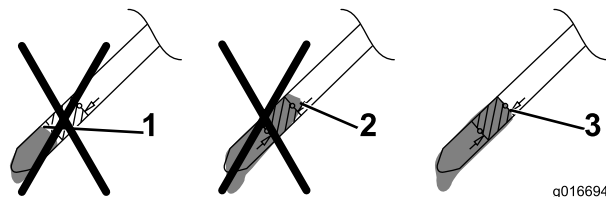

Figura 7
5. Rimuovete l'asta di livello e controllate il livello dell'olio sulla stessa; vedere Figura 7.
- Se il livello dell'olio è troppo basso, aggiungete **lentamente** una piccola quantità di olio nel relativo tubo di riempimento, quindi ripetete le fasi da 3 a 5 fino a raggiungere il livello corretto mostrato in Figura 7.